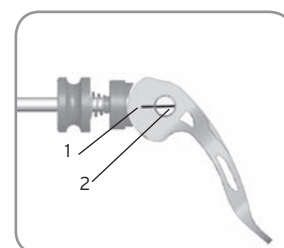

Figura 47. Posição de ajuste com as marcas alinhadas
2. Existem marcas na alavanca e no eixo (Figura 47).